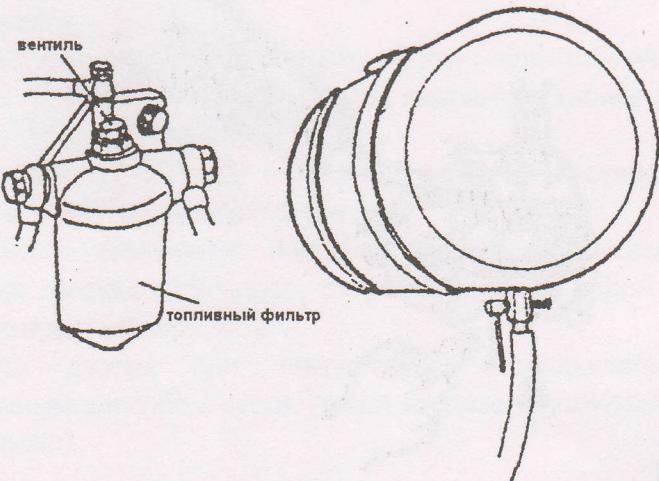

Рис. 6 Удаление воздуха из топливного фильтра
4.1.4.1 Откройте расходный кран и продувочный вентиль. Прокачивайте систему топливоподачи низкого давления до появления из трубы струи дизельного топлива. Струя должна быть непрерывной и не содержать пузырьков воздуха. (Рис. 6)